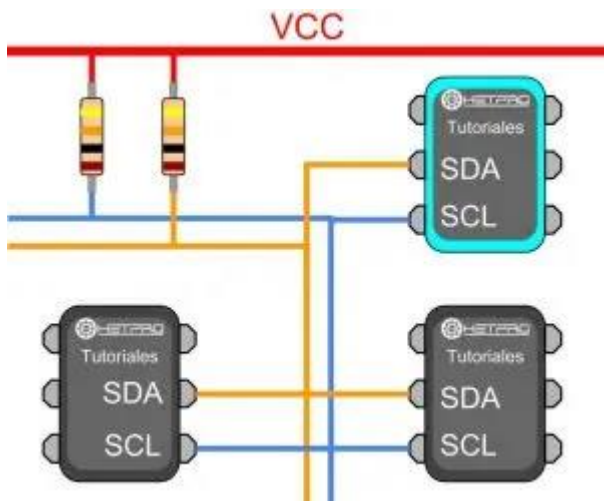

Figura-1. Conexión de tres dispositivos a un bus de comunicación I2C.
4. Siempre que hablamos de una comunicación oral, se entiende que es entre dos o más personas. Como consecuencia podemos también indicar que en una comunicación digital existen distintos dispositivos o elementos. En el caso de **I2C** se diferencian dos elementos básicos, un **MAESTRO** y un **ESCLAVO**. La **Figura-1**, muestra una conexión típica de tres dispositivos, el bus consiste de dos líneas llamadas, **Serial DATA – SDA** y **Serial CLock – SCL**. Es decir, Datos Seriales y Reloj Serial. En particular al bus se le conectan dos resistencias en arreglo **pull-up**, de entre 2.2K y 10K.